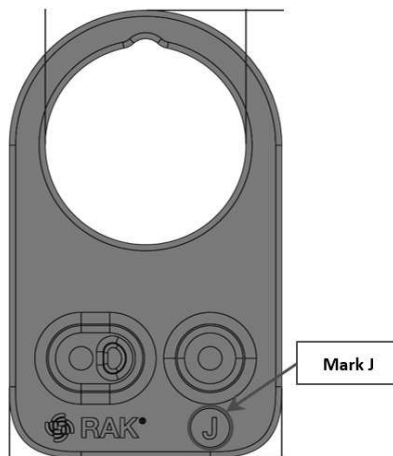

Abbildung 41: Mit dem Buchstaben J gekennzeichnetes Befestigungszubehör
1. Verwenden Sie für die Klettverschlussbefestigung ein (1) Befestigungszubehörteil mit einer Markierung, die mit dem Buchstaben J gekennzeichnet ist, wie in Abbildung 41 dargestellt.